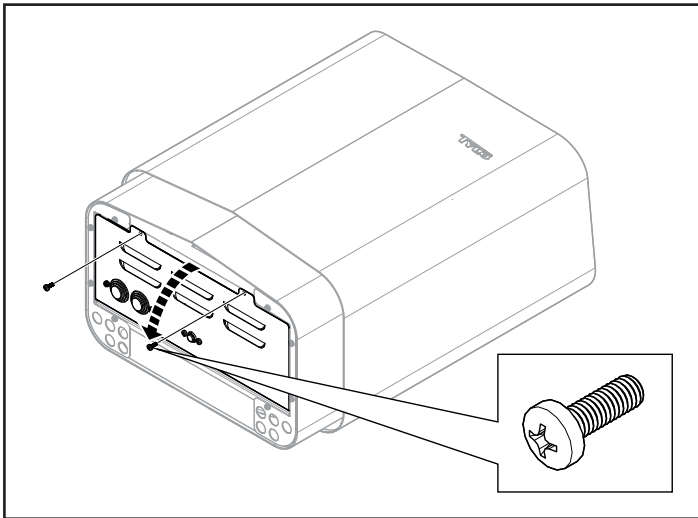

Рисунок 10: Открытие/заккрытие крышки
2. Открутите винты и откройте крышку (см. Рисунок 10).
5. Закройте крышку и закрутите винты (см. Рисунок 10).